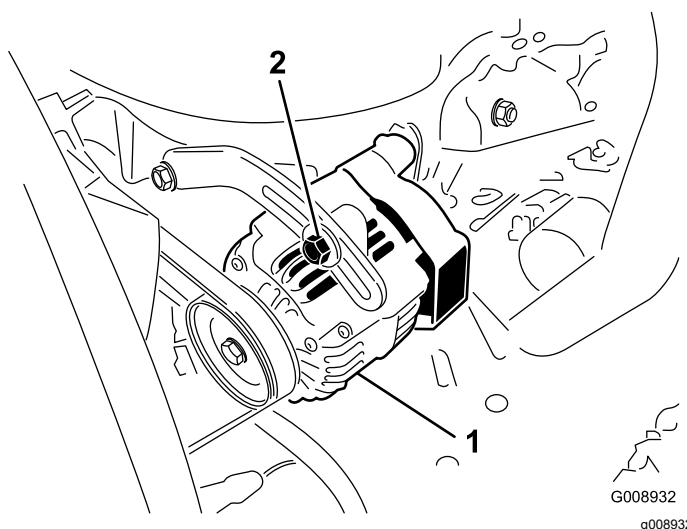

Рисунок 81
2. Если прогиб не равен 10 мм, ослабьте болты крепления генератора (Рисунок 81).